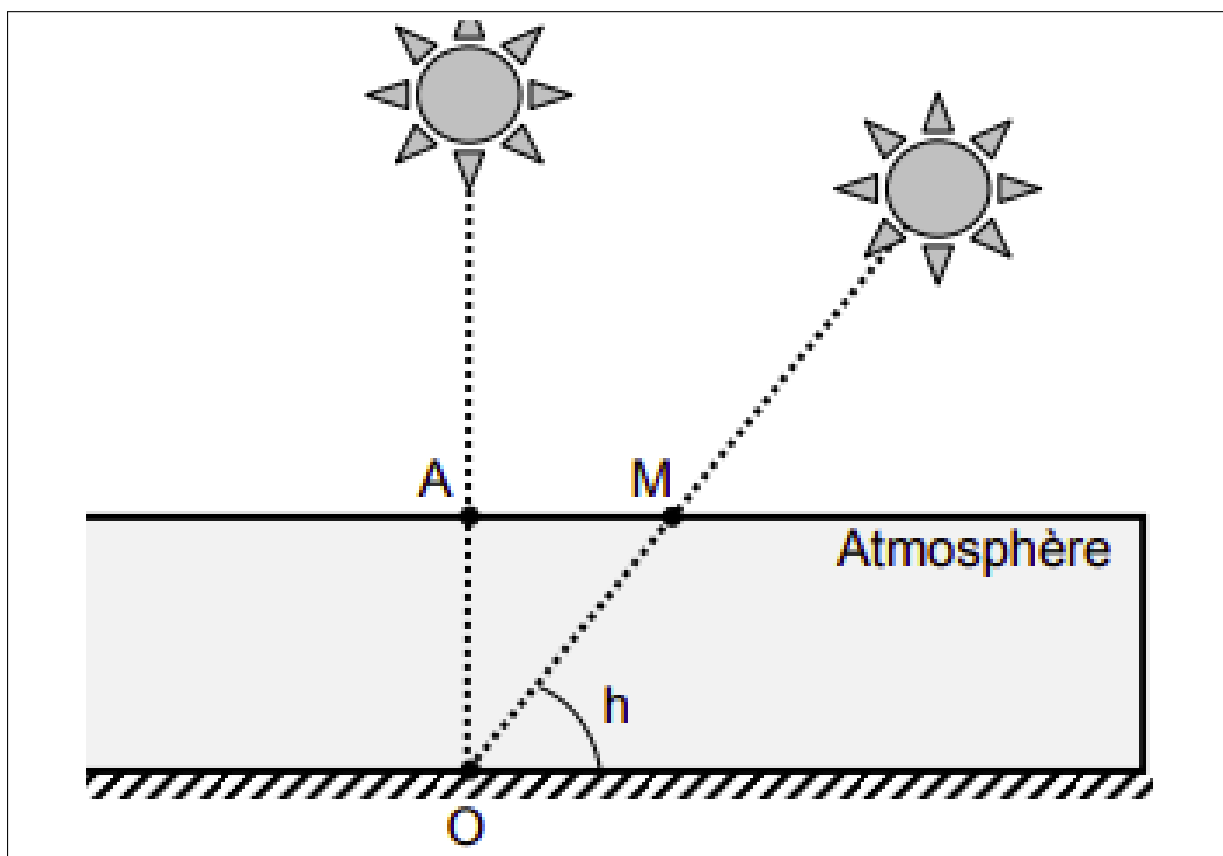

FIG. 2.3 : Illustration de l'indice de masse d'air
AM 1,5 : Ce paramètre correspond à la distance parcourue par les rayons solaires lorsque ce dernier se trouve à une hauteur h lors de la traversée de l'atmosphère pour atteindre un lieu donnée au sol. Il est nommé indice de masse d'air (ou air mass en anglais). La figure 2.3 en donne une illustration. Par convention cette distance a été fixée à un (1) lorsqu'on se trouve au niveau de la mer et que le soleil est au zénith. Si le soleil n'est pas au zénith, cette distance est alors plus grande et est déterminé par :